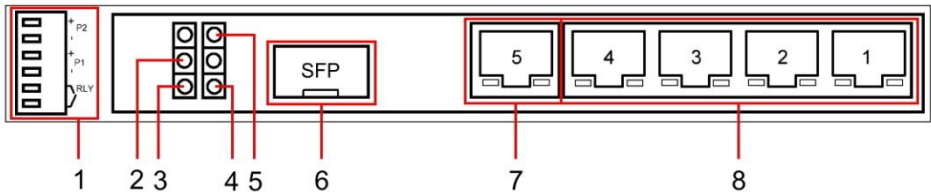

Рис. 3 Коммутатор SW-80501/W, разъемы и индикаторы
5	LED индикатор устройства извещения RLY. Постоянно светится – включен режим извещения, отсутствует напряжение на одном из БП (PWR1 или PWR2), Контакты релейного выхода RLY (1) Рис.3 замкнуты.
- Релейный выход RLY (1) Рис.3 поддерживает управление устройствами извещения мощностью не более 24 Вт (24В, 1А).